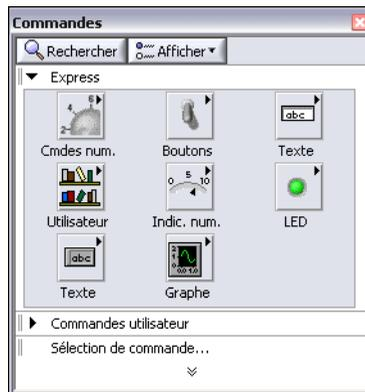

Figure 1-4. Palette des commandes
- Si la palette **Commandes**, représentée dans la figure 1-4, n'est pas apparente sur la face-avant, sélectionnez **Affichage»Palette des commandes** pour l'afficher.